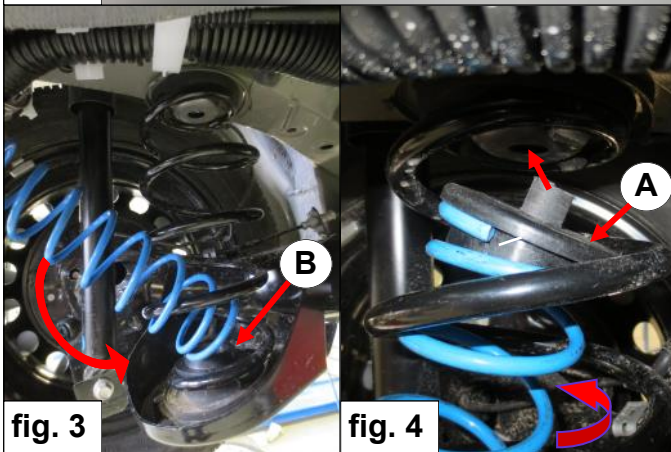

fig. 3
3. Placez la coupelle **B**. Introduisez le ressort auxiliaire **C** avec un mouvement de basculement dans le ressort principal. Voir fig. 3.